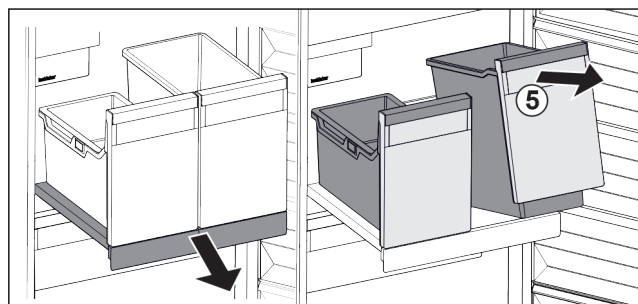

Fig. 191
- Behälter Fig. 191 (5) vorne anheben.